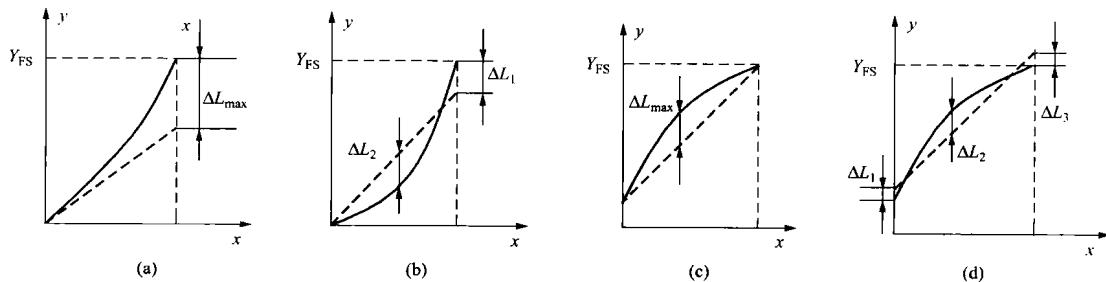

图 1-4 拟合直线
在实际使用非线性特性传感器时, 如果非线性项次不高, 在输入量不大的条件下, 可以用实际特性曲线的切线或割线等直线来近似地代表实际特性曲线的一段, 如图 1-4 所示, 这种方法称为传感器的非线性特性的线性化, 所采用的直线称为拟合直线。实际特性曲线与拟合直线之间的偏差称为非线性误差(或线性度)通常用相对误差表示, 即
1) 理论拟合: 拟合直线为传感器的理论特性, 与实际测试值无关。方法十分简单, 但一般说  $\Delta L_{\max}$  较大。如图 1-4 (a) 所示。
2) 过零旋转拟合: 曲线过零的传感器, 拟合图像如图 1-4 (b) 所示。
- 3) 端点连线拟合：把输出曲线两端点的连线作为拟合直线，如图 1-4 (c) 所示。
4) 端点连线平移拟合：在端点连线拟合基础上使直线平移，移动距离为原先的一半，如图 1-4 (d) 所示。